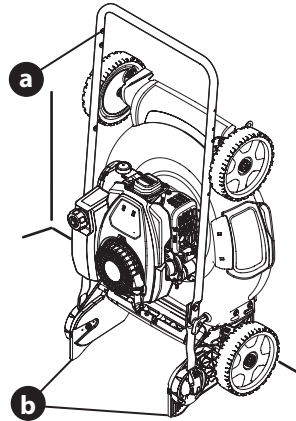

Figura 38
6. Levantando de la manija (a), incline la cortadora hacia arriba sobre las ruedas traseras y hacia atrás del soporte de la manija (b) (Figura 38).